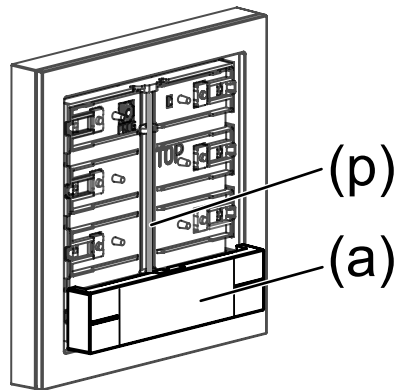

Bild 7: Bedienwippe gerade anlegen
- Bedienwippe (a) gerade anlegen (siehe Bild 7).